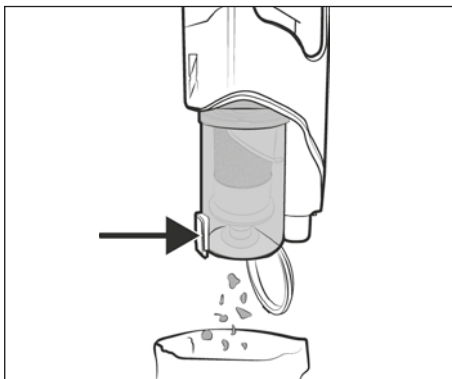

Fig. 19
- 2) Segure o reservatório de pó **7** sobre um caixote de lixo e pressione o botão de desbloqueio da tampa do reservatório de pó **8**. A tampa do reservatório de pó **9** abre-se e o conteúdo é esvaziado para o caixote do lixo (ver fig. 19). Em seguida, feche a tampa do reservatório de pó **9**.